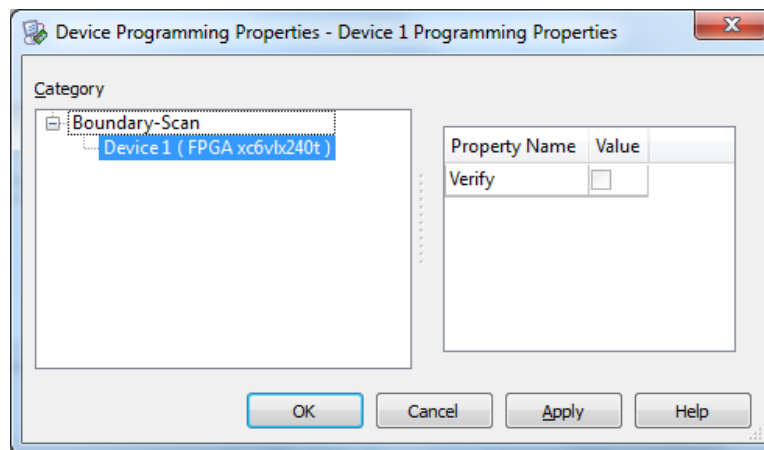

Рисунок A-15: Свойства программируемого FPGA устройства в Xilinx IMPACT
18. В открывшемся окне «Device Programming Properties - Device 1 Programming Properties» (рисунок A-15) нажмите кнопку «OK».